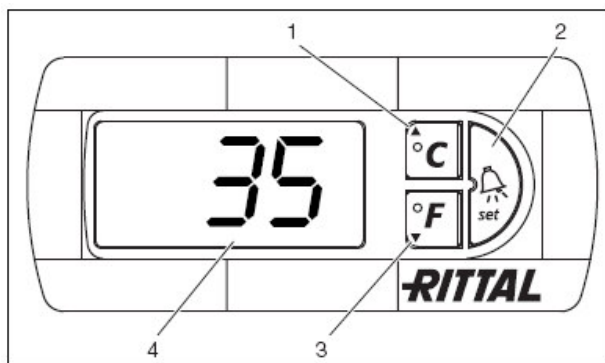

图34: 舒适型控制器
在接通电源后机柜空调自动工作，蒸发器风扇（见第5页图2）将连接运行，使机柜内空气不停地循环。压缩机和冷凝器风扇由舒适型控制器调节。舒适型控制器有一个七段显示器（图34第4项）。在打开电源后，首先在此显示器上出现约2秒钟当前软件版本号。在平常工作中，此显示器上显示温度（℃或°F—用户可在这两者之间切换）和故障消息。当前机柜内部温度通常是一直显示的。在出现故障消息时，将与温度交替显示。用按键1-3（图34）对装置进行编程。相关参数也出现在显示器上。
- 同时按住按钮1和2（图34）至少5秒钟。
用按钮1、2、3（图34）可在预置范围（最小值—最大值）内更改24个参数。